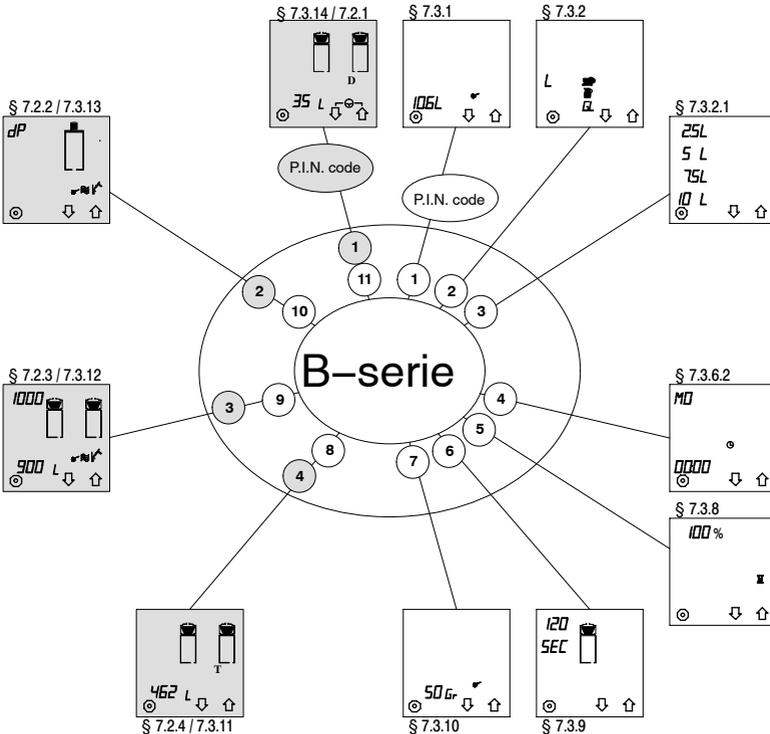

Fig. 10 Carrusel del menú de programación
- Introduzca el código PIN de usuario. El programa comienza en el carrusel (fig. 10) del menú del usuario con el § 7.2.1, "**contador de día del sistema de preparación del café**".
- Apreta la tecla de selección (M.)↓ para avanzar en sentido contrario al de las agujas del reloj hasta el siguiente ajuste (§ 7.2.2). El carrusel da una vuelta completa si se pulsa varias veces la tecla de selección, vea fig. 10.
- Los ajustes son descritos en el orden del carrusel, **contrario al de las** agujas del reloj (vea fig. 10).